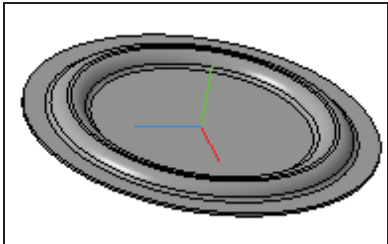

Рис. 29.46. Буртик на листовой детали
- ♦ нажмите кнопку **Создать объект** — буртик на листовой детали создан. У вас должно получиться как на рис. 29.46. В **Дереве** модели появится новый элемент **Буртик** с соответствующей пиктограммой.